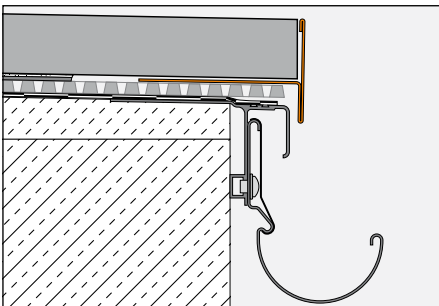

Fig. 2
Procedimiento para la colocación de baldosas autoportantes sobre puntos de apoyo de mortero con BARA-RT/BARA-RTC (fig. 2 y 3)
3.2 Si la instalación se realiza sobre TROBA-PLUS con los anillos de encofrado de capa fina Schlüter-TROBA-STELZ-DR (fig. 2), el perfil de remate BARA-RT/BARA-RTC debe cubrir el lateral abierto del pavimento. Para ello, es necesario aplicar puntos de apoyo de mortero de capa fina sobre el ala con perforaciones trapecoidales del perfil BARA-RT/BARA-RTC. A continuación, se colocan las baldosas autoportantes sobre los puntos de apoyo.